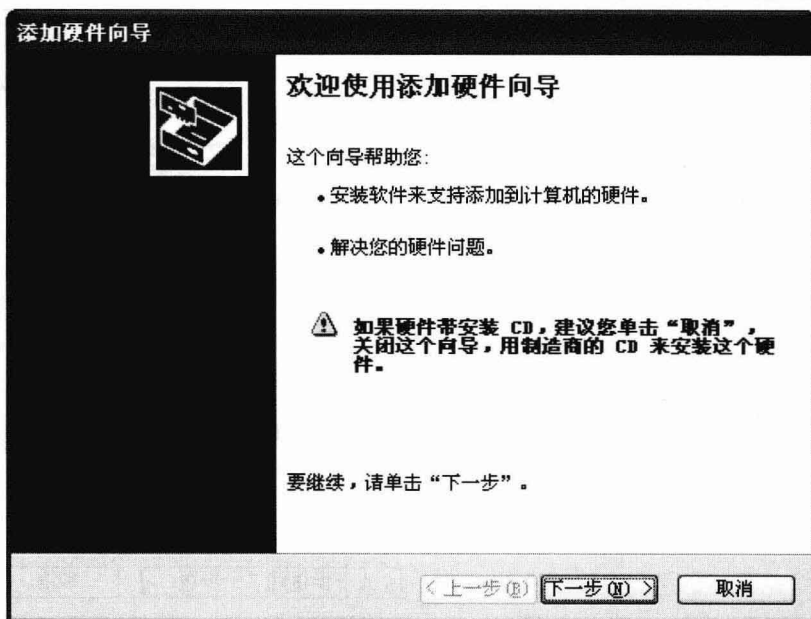

图 1-8 添加硬件向导对话框一
④ 在出现的添加硬件向导对话框里点击“下一步”按钮，如图 1-8 所示。